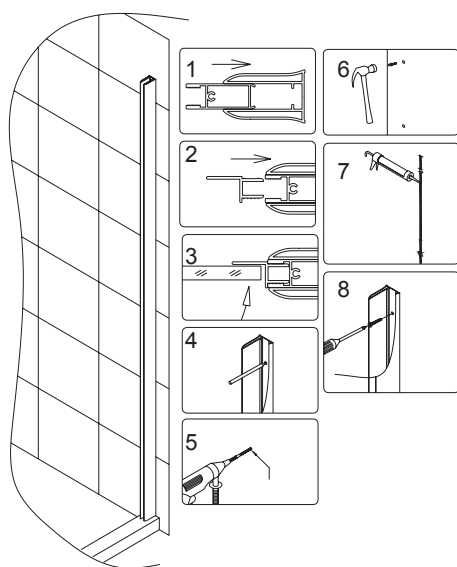
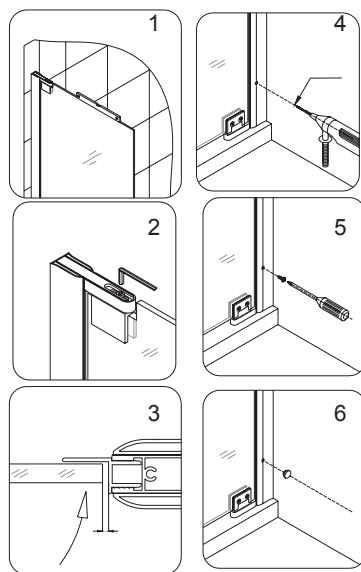

Рис. 7
Рис. 8
7. Совместите профиль для стекла **(4)** с настенным профилем **(5)** и вставьте водоотталкивающую полосу **(10)** в паз профиля для стекла. Плотно закройте стеклянную дверь с водоотталкивающей полосой (*рис. 7/3*), чтобы найти нужную позицию в настенном профиле. (Вы можете вытащить профиль для стекла из настенного профиля, чтобы отрегулировать ширину). Отметьте положение настенного профиля на стене. *См. рис. 7/1,2,3 для более подробной информации.*
используя шурупы с плоской головкой ST4.2×30 (17). См. рис. 7 для более подробной информации.
9. Вставьте профиль для стекла (4) с водоотталкивающей полосой (10) в настенный профиль (5).
10. Если это необходимо, отрегулируйте ширину двери, потянув за стекло, профили (2) и (4). Выровняйте стеклянную дверь при помощи уровня и закрепите при помощи болта с шестигранным отверстием в головке M6×12 (18). Закройте стеклянную дверь, и убедитесь, что есть 1/16" - 1/8" разрыв между стеклянной дверью и водоотталкивающей полосой. См. рис. 8 для более подробной информации.
11. Просверлите отверстия в стеклянном профиле для стеклянной двери (2) через настенный профиль для стеклянной двери (1). Зафиксируйте настенный профиль для стеклянной двери (1) и стеклянный профиль для стеклянной двери (2) при помощи шурупа с плоской головкой ST4.2×16 (15). Головки шурупов закройте декоративными крышками (14). См. рис. 8 для более подробной информации.
наметить отверстия для сверления. Просверлите отверстия в стене и вставьте анкера (12). Воспользуйтесь силиконовым герметиком для обработки контуров отверстий. Прикрепите настенный профиль (5) к стене, используя шурупы с плоской головкой ST4.2×30 (17). См. рис. 7/4, 5, 6, 7, 8 для более подробной информации.
18. В настенный профиль (5) вставьте профиль для стекла (4) со стационарным стеклом и водоотталкивающей полосой (31).
19. Если это необходимо, отрегулируйте ширину вашей двери, потянув за профили (2) и (4). Отрегулируйте расположение стеклянной двери при помощи уровня и закрепите, используя болт с шестигранным отверстием в головке M6×12 (18). См. рис. 8/1, 2 для более подробной информации.
20. Просверлите отверстия в стеклянном профиле для стеклянной двери (2) через настенный профиль для стеклянной двери (1). Зафиксируйте настенный профиль для стеклянной двери (1) и стеклянный профиль для стеклянной двери (2) при помощи шурупа с плоской головкой ST4.2×16 (15). Закройте головки шурупов декоративными крышками (14). См. рис. 8/4, 5, 6 для более подробной информации.